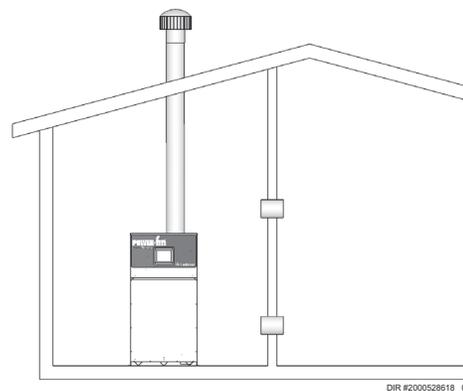

Figure 1-4_Air de combustion de l'espace intérieur
- (a) Deux espaces au même étage: chacune des deux ouvertures indiquées ci-dessus doit avoir une surface nette libre d'un pied carré pour 1000 Btu/h (22 cm² par kW) d'entrée, mais moins de 100 pouces carrés (645 cm²) (voir la figure 1-4).